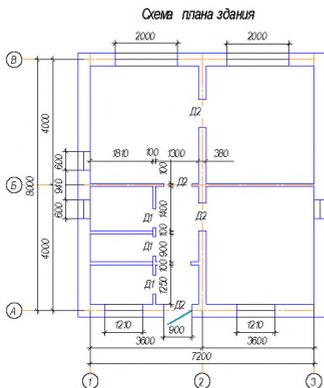

Рисунок 1
1. В программе КОМПАС – 3D вычертить (рис.1):
1. Нанести на план здания необходимые наружные и внутренние размеры (согласно ГОСТ СПДС); площадь помещений; условные обозначения санитарно-технического оборудования (рис.1)